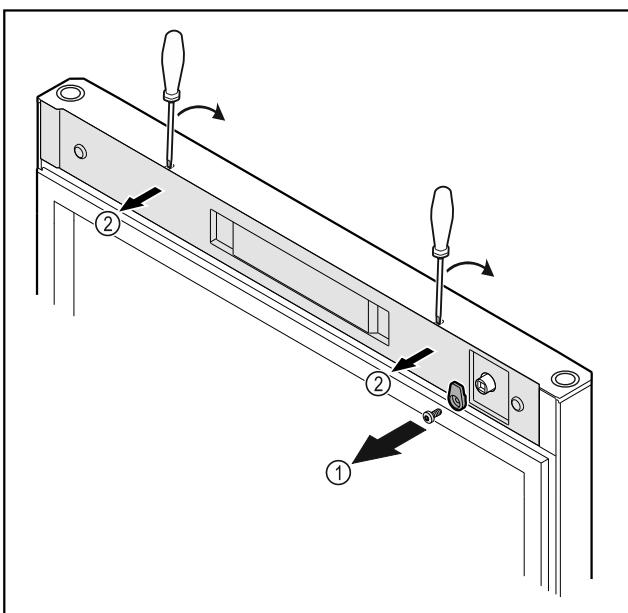

Fig. 16
► Відкрутити запірний гачок Fig. 16 (1).
► За допомогою малої викрутки зніміть з фіксатора кришку Fig. 16 (1) і видаліть.